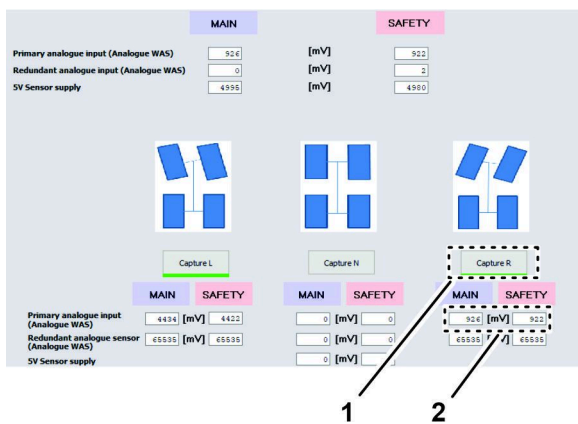

Figure 151
6. Cliquez sur l'icône CAPTURE R (Figure 151).